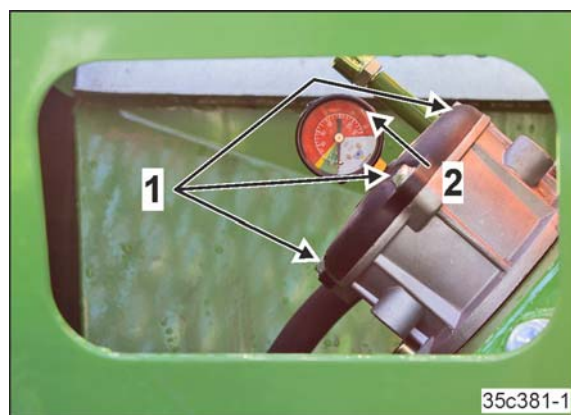

Fig. 332
1. Sechskantschrauben 6x25 (Fig. 332/1) lösen.
2. Deckel abheben (Fig. 332/2)